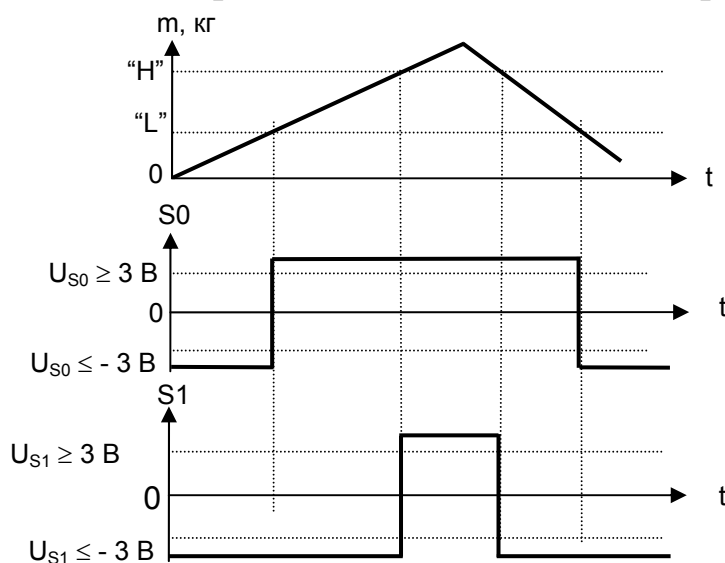

Рис. 7.3 - Зависимость сигналов управления от массы
7.8.1 Сигналы, формируемые весами в режиме управления дозирующим устройством, приведены на Рис. 7.3.